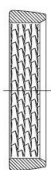

Figura 8
4. L'anello di bloccaggio n. 6950 (v. Figura 8) deve essere sostituito dopo ogni smontaggio.